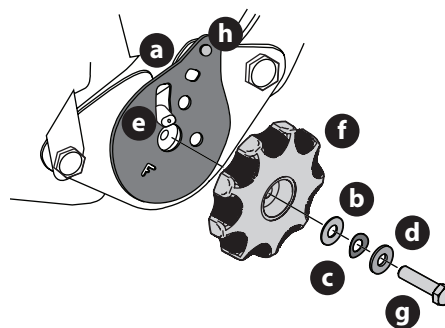

Fig. 13
7. Retirez l'assemblage du bouton d'inclinaison du siège du sac et installez (Fig. 13).
NOTE : Veillez à orienter la plaque d'inclinaison (a) et à installer la rondelle en plastique (b), la rondelle élastique (c) et la rondelle métallique (d) (Fig. 13). La rondelle en plastique se trouve à l'intérieur.
8. Faites glisser la plaque de support du siège (a) sur l'axe du siège (e) (Fig. 13).
10. Utilisez une clé pour serrer à la main la vis hexagonale (g) jusqu'à ce que le bouton du siège inclinable (f) soit difficile à tourner (Fig. 13).
11. Desserrez progressivement la vis hexagonale (g) jusqu'à ce que le bouton d'inclinaison se déplace librement. Ne desserrez pas la vis hexagonale (g) de plus d'un tour complet (Fig. 13).
12. Installez fermement l'écrou de 1/4 po sur le goujon à pression (h) et tournez le bouton d'inclinaison pour vérifier le fonctionnement du siège (Fig. 13).